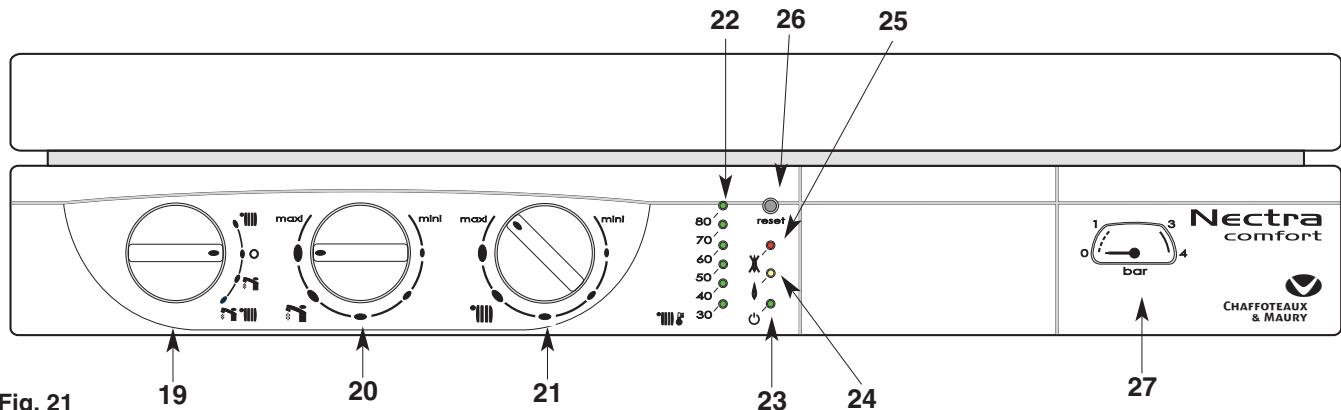

Fig. 21
Tableau de bord (fig. 21)
- Placez le commutateur **19** (fig. 21) en position
«   » voyant vert **23** allumé ; le voyant orange **24** (fig. 21) s'allume chaque fois que le brûleur entre en fonction.
Le bouton de réglage du chauffage **21** «   » (fig. 21) donne la possibilité d'ajuster la température de l'eau du circuit de chauffage en fonction des besoins saisonniers.
L'indicateur **22**  (fig. 21) affiche cette température.
- Placez le commutateur **19** en position «  » le voyant vert **23** (fig. 21) reste allumé. La fonction hors gel de la chaudière reste active.
*Ne pas oublier de le rouvrir en début de saison de chauffage, lorsque l'on replace le commutateur **19** (fig. 21) en position «   ».*